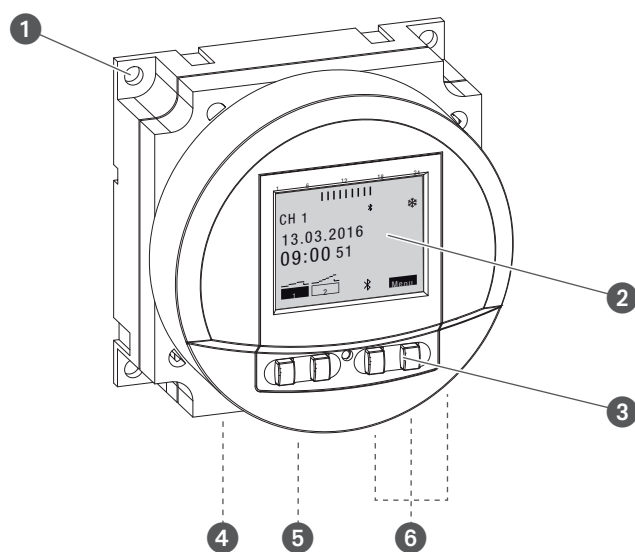
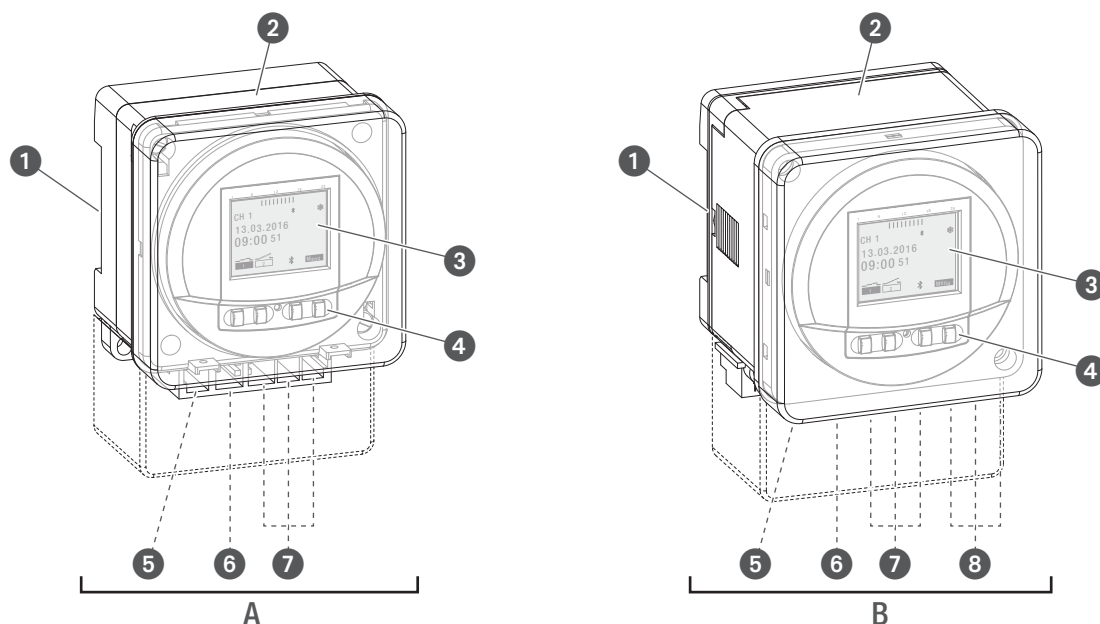

Bild 1: Timer FMD smart
Bild 2: Timer tactic smart
Beroende på typ är timern avsedd för infälld montering, ytmontering eller montering på DIN-skena via ett klicksystem (☞ Kapitel „Installation“ på sidan 446). Timern styr apparaten som den har anslutits till. Beroende på typ har timern 1 eller 2 kanaler och kan styras via en display (bild 1/②, bild 2/③) med 4 manöverknappar (bild 1/④, bild 2/④). Timern kan programmeras manuellt eller via en mobil enhet. Radio-signalens frekvens ligger på 2,4 GHz och max. sändningseffekt är 1,8 mW. Timern kan programmeras först efter att den anslutits till en extern spänningskälla.